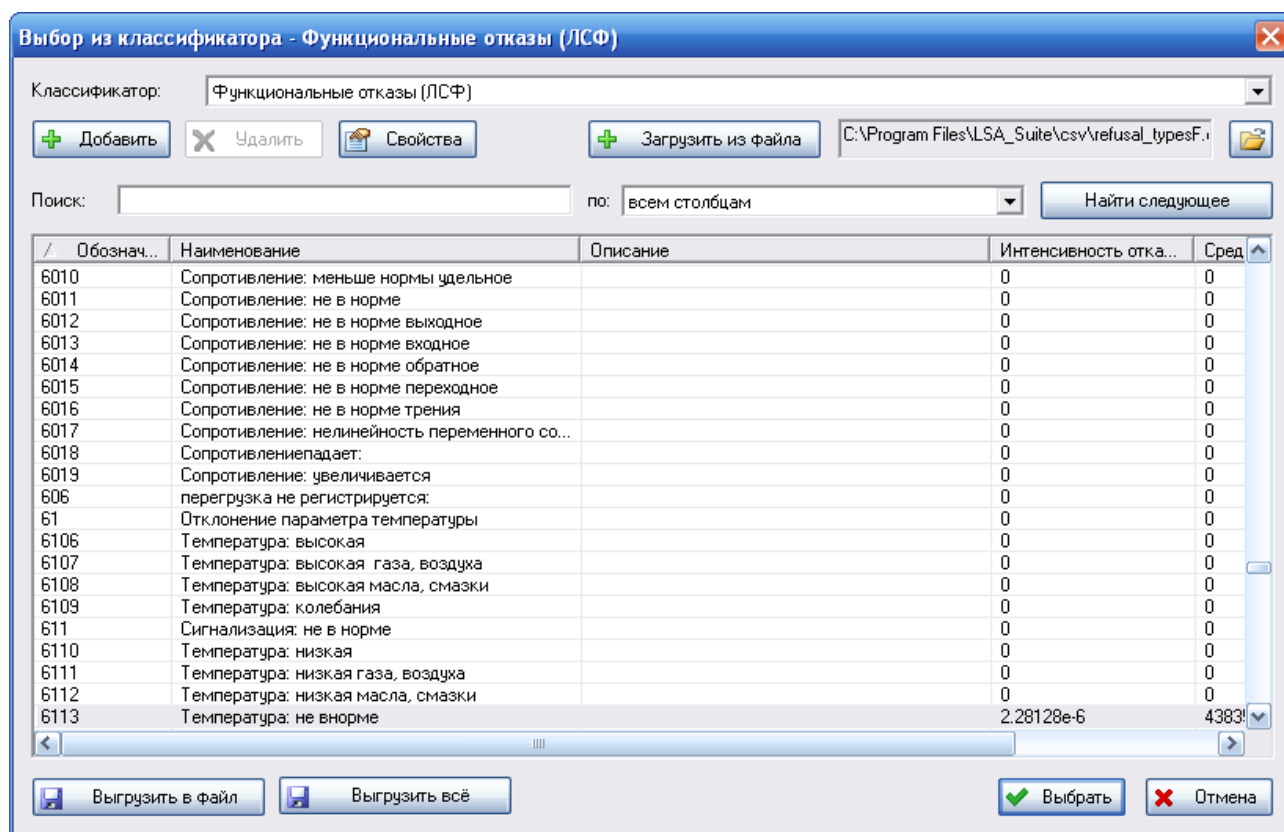

Рис. 5-16
1. Нажмите на кнопку , расположенную справа от поля **Наименование**. В результате появится диалоговое окно **Выбор из классификатора – Функциональные отказы (ЛСФ)** (рис. 5-16).